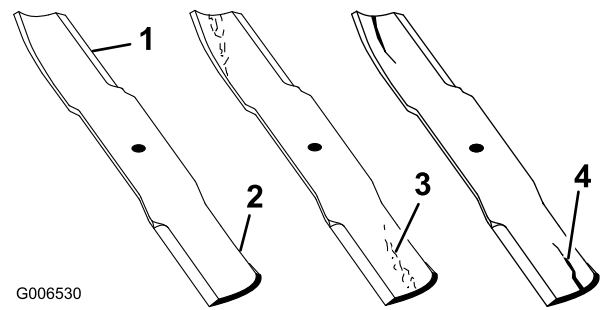

Bild 61
1. Untersuchen Sie die Schnittkanten (Bild 61). Entfernen und schärfen Sie die Messer, wenn die Schnittkanten nicht scharf sind oder Auskerbungen aufweisen. Siehe Schärfen der Messer“.
2. Prüfen Sie die Schnittmesser, insbesondere den gebogenen Bereich (Bild 61). Wenn Sie Schäden, Verschleiß oder Rillenbildung in diesem Bereich feststellen (Bild 61), sollten Sie sofort ein neues Schnittmesser einbauen.